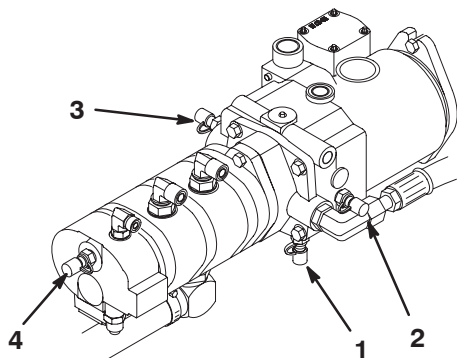

Figure 61
4. La prise d'essai "D" est située au bas de la transmission hydrostatique (Fig. 61) et sert à mesurer la pression de charge de la transmission.
5. La prise d'essai "E" est utilisée pour mesurer la pression de déplacement en marche avant (Fig. 61).
6. La prise d'essai "F" est utilisée pour mesurer la pression de déplacement en marche arrière (Fig. 61).
7. La prise d'essai "G" sert à mesurer la pression du circuit de direction (Fig. 61).